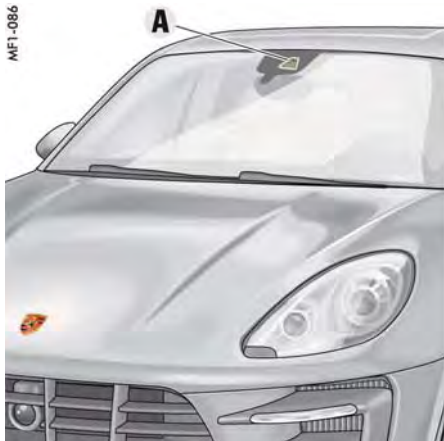

図296: ルーム・ミラー・カメラ
フロント・ウインドウのカメラ(図296)が車線区分線を検出し、車線のコースを継続して再計算します。
- ▶ ルーム・ミラーのカメラの視界(図296)をステッカーなどで遮らないでください。